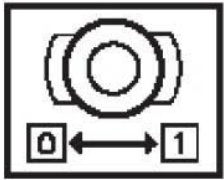
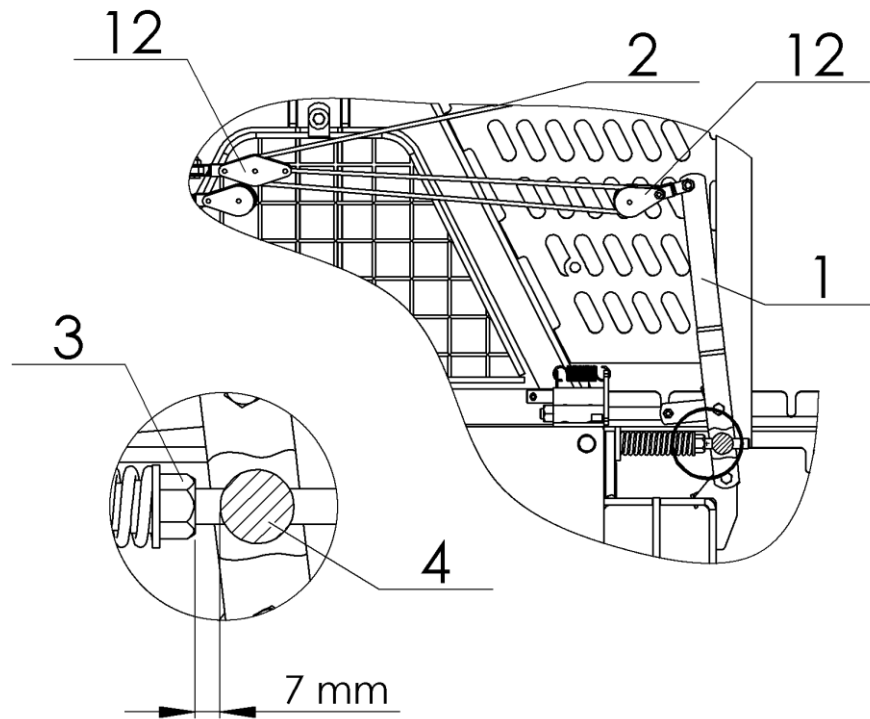

Bild 10
Bild 11
Nachdem die Winde richtig angebaut worden ist, beginnt man mit dem Abwickeln des Drahtseils. Dies geschieht durch das Ziehen der roten Schnur (Pos. 2, Bild 11). Dabei nimmt der Hebel 1 die Position AUS (Bild 10) ein. Die Bremse wird entlastet und das Drahtseil kann abgewickelt werden. Im Falle, dass das Drahtseil auf die Trommel erst aufgewickelt wurde oder eine falsche Aufwicklung festzustellen ist, so muss das Drahtseil auf der ganzen Länge abgewickelt und dann neu aufgewickelt werden, wie es am Anfang des Kapitels steht.
**Untersagt wird jeglicher Eingriff ins Einschaltmechanismus, der ein synchronisiertes Funktionieren der Kupplung und der Bremse verhindern würde. Ebenfalls ist verboten, den roten Bremshebel (Pos. 2, Bild 11) zu ziehen.**
Die Bremse wird mittels Mutter (Pos 3, Bild 11) eingestellt. Der Bremshebel (Pos. 1, Bild 11) nimmt dabei die Position EIN (Bild 10) ein. Zuerst wird mittels Gabelschlüssel die Mutter (Pos. 3, Bild 11) eingesellt. Die Entfernung zwischen der Rolle (Pos 4, Bild 11) am Hebel und der Mutter soll etwa 7 mm sein. Ist die Bremskraft noch nicht groß genug, so wird dieser Vorgang wiederholt, indem man erneut die Mutter (Pos. 3, Bild 11) nach rechts anzieht. Wenn die Bremse auf eine zu große Kraft eingestellt wird, ist dadurch das Seilabwickeln erschwert. In diesem Fall ist es erforderlich, diese Mutter ein wenig nach links zu lösen.